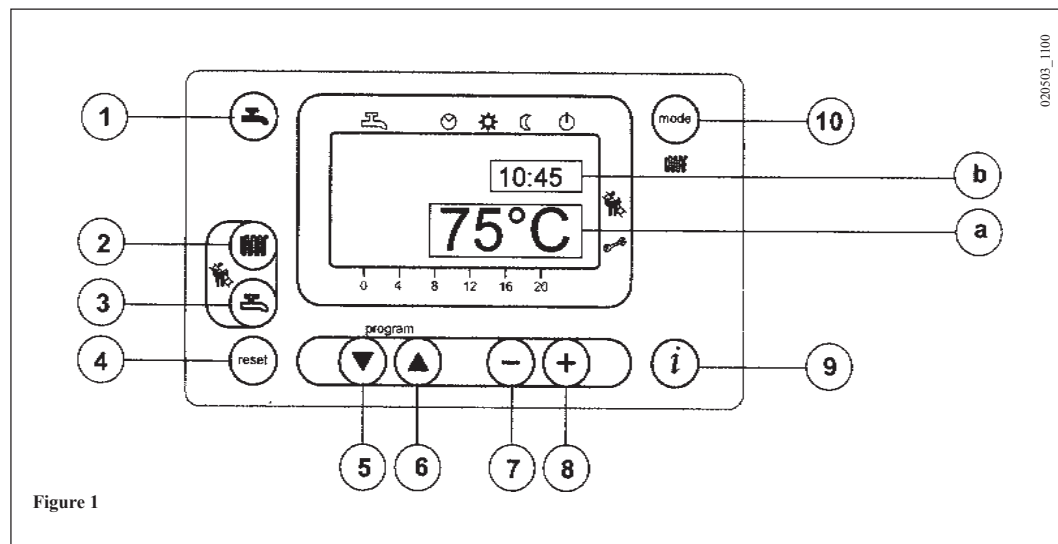

Figure 1
- Appuyer sur la touche  (2- figure1) pour régler la température de l'eau de chauffage;
- Appuyer sur une des deux touches  (1 o 10 - figure1) pour mémoriser et retourner au menu principal.
**N.b** – Avec une sonde externe reliée, à l'aide de la touche  (2 – figure1) il est possible d'effectuer la translation de la courbe de chauffage. Appuyer sur les touches   pour diminuer ou augmenter la température ambiante de la pièce à chauffer.
- Appuyer sur la touche  (3-figure 1) pour régler la température maximum de l'eau en mode sanitaire;